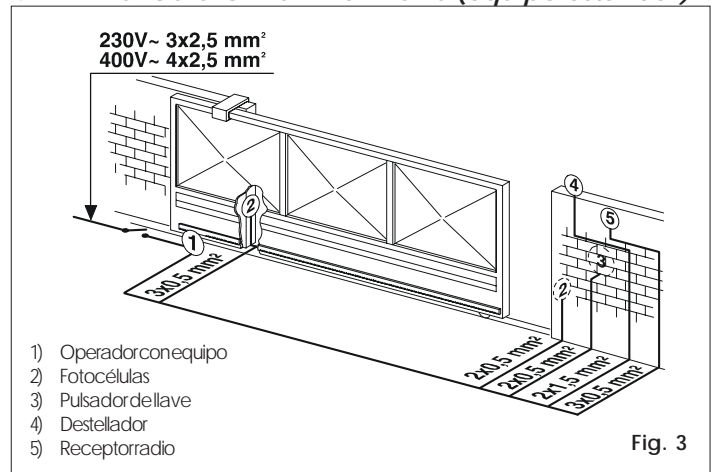

Fig. 3
- 4) Prepare los cables eléctricos para la conexión con los accesorios y la alimentación eléctrica, como se muestra en la Fig.3. Para efectuar fácilmente las conexiones, haga salir los cables unos 40 cm del orificio (Fig.5-6 ref.1) de la placa de cimentación.
Antes de efectuar cualquier tipo de intervención en la tarjeta (conexiones, programación, mantenimiento) quite siempre la alimentación eléctrica. Siga los puntos 10, 11, 12, 13, 14 de las OBLIGACIONES GENERALES PARA LA SEGURIDAD. Siguiendo las indicaciones de la Fig. 3 prepare los cables en las canalizaciones y efectúe las conexiones eléctricas con los accesorios elegidos. Separe siempre los cables de alimentación de los cables de mando y de seguridad (pulsador, receptor, fotocélulas etc.). Para evitar cualquier interferencia eléctrica utilice vainas separadas.